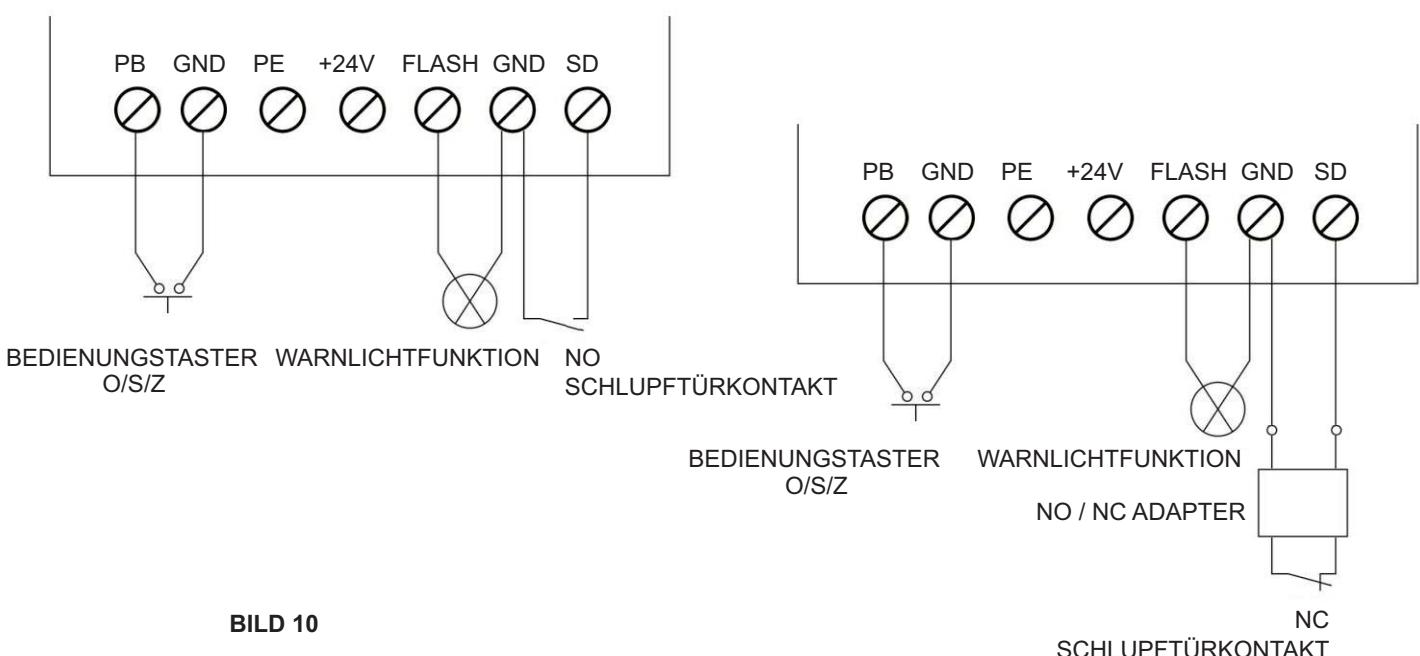

BILD 10
Die Funktion AUF/STOP/ZU (O/S/C auf Englisch) kann durch einen externen Taster gesteuert werden. Der Taster muss über einen spannungslosen Schließkontakt (NO) verfügen (Bild 10).
BEDIENUNGSTAINTER ANSCHLUSS – Bild 10
1. Anschluss von Bedienungstaster O/S/Z: Klemme GND, PB (Bild 10)
Diese Funktion ist integriert und sie liefert Speisung 24V-35V. Schliessen Sie eine Warnleuchte mit der Spannung 24V-28V DC, I<100mA an. Klemme GND, FLASH (Bild 10)
Diese Funktion blockiert eine Öffnung des Tores, falls die integrierte Schlupftür geöffnet ist. Sie verbeugt eine Beschädigung des Tores. Klemme GND, SD (Bild 10)